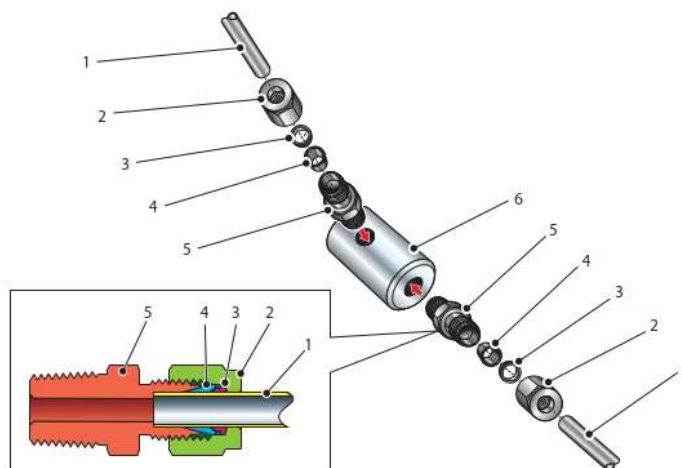

Рисунок 8 Підключення газу до блока відбору проб
І вхідне, і вихідне газове з'єднання має розміри $\frac{1}{8}$ " NPT. Підключення вхідного й вихідного газового з'єднання рекомендується виконувати за допомогою трубних перехідників із нержавіючої сталі $\frac{1}{8}$ " NPT – 6 мм або $\frac{1}{8}$ " NPT – $\frac{1}{4}$ " (2–5 — *Рисунок 8*). Нижче наведено порядок підключення до блоку вимірювання (6):